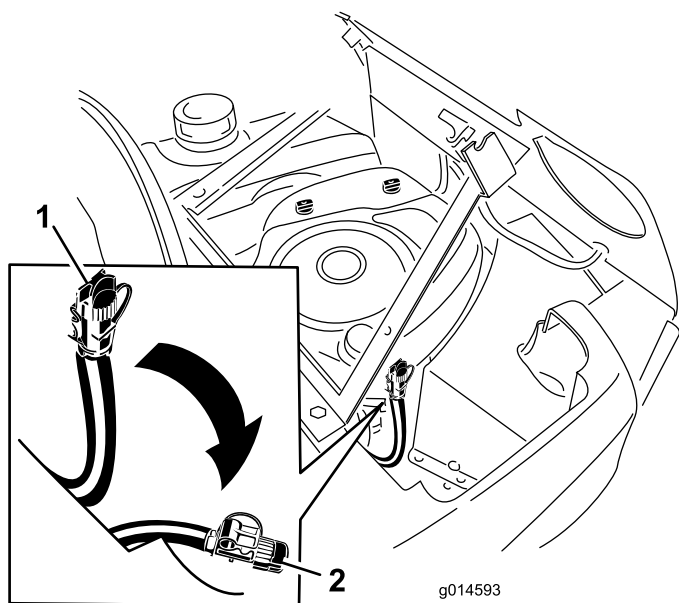

Figure 36
6. Détachez le collier du flexible de vidange du capot moteur et abaissez le flexible (Figure 36).
7. Placez un bac sous le flexible de vidange. Ouvrez le bouchon du flexible de vidange pour permettre à l'huile de s'écouler (Figure 36).
8. Lorsque la vidange d'huile est terminée, rebouchez le flexible et rebranchez-le au capot moteur (Figure 36).